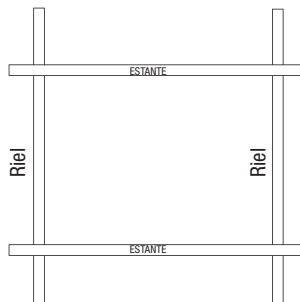

Figura 3
**PASO 4:** Una vez instalados todos los soportes, ubique cada una de los estantes de 20,32 cm x 60,96 cm en la parte superior de cada par de Ménsulas de 20,32 cm, como se muestra en la **Figura 3**.